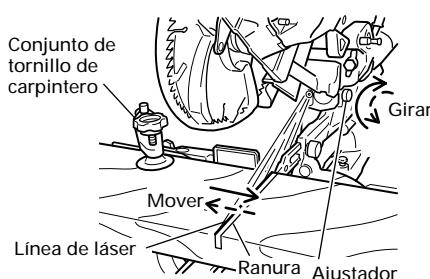

Fig. 20
(1) Encienda el marcador láser y efectúe una ranura de aproximadamente  $3/16"$  (5mm) de profundidad en una pieza de trabajo de unos  $25/32"$  (20mm) de alto y  $5-29/32"$  (150mm) de ancho. Sostenga la pieza de trabajo ranurada mediante el tornillo de carpintero tal como está, y no la mueva. Para el trabajo de ranurado, refiérase a "11. Procedimientos de corte de ranuras" en la página 81.
(2) Luego, gire el ajustador y desplace la línea de láser. (Si gira el ajustador en el sentido de las agujas del reloj, la línea de láser se desplazará hacia la derecha y si lo gira en sentido contrario a las agujas del reloj, se desplazará hacia la izquierda.) Cuando trabaja con la línea de tinta alineada con el lado izquierdo de la hoja de sierra, alinee la línea de láser con el extremo izquierdo de la ranura. (Fig. 20) Cuando la alinee con el lado derecho de la hoja de sierra, alinee la línea de láser con el lado derecho de la ranura.
(3) Tras ajustar la posición de la línea de láser, trace sobre la pieza de trabajo una línea de tinta en ángulo recto y alinee la línea de tinta con la línea de láser. Cuando alinee la línea de tinta, deslice gradualmente la pieza de trabajo y asegúrela con el tornillo de carpintero en la posición en que la línea de láser coincide con la línea de tinta.